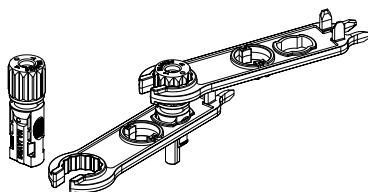

图6.5带盖形螺母的连接器
c) 将触点引脚插入连接器顶部，并将连接器顶部的盖形螺母完全拧紧，如图6.5所示。